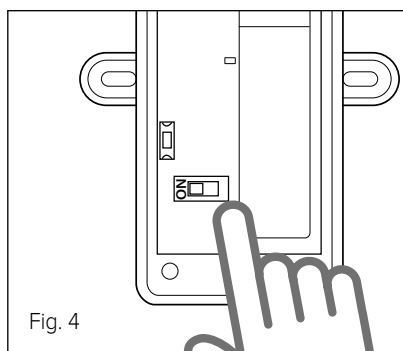

Fig. 4
- Poner el microinterruptor de la tarjeta de la sonda externa en **ON** (Fig. 4).